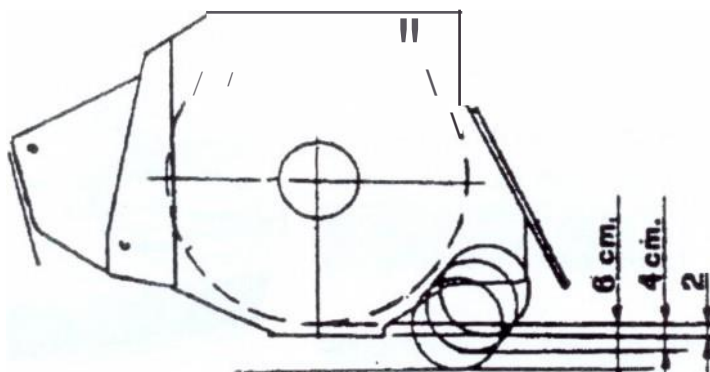

Рис. 26
- 5.1 Регулировка высоты разреза достигается путем смещения ролика головки муфты, чтобы он соответствовал разрезаемому материалу и требуемой степени измельчения (РИС. 26).
- Отвинтите винты (1) и снимите кожух крышки (2), ослабьте стопорные гайки (3) и после ослабления гайки (5), сдвиньте опорную плиту (4) шкива, используя винты (6) (смотри рис. 26а).
- Отрегулируйте высоту разреза, как показано на рис. 26